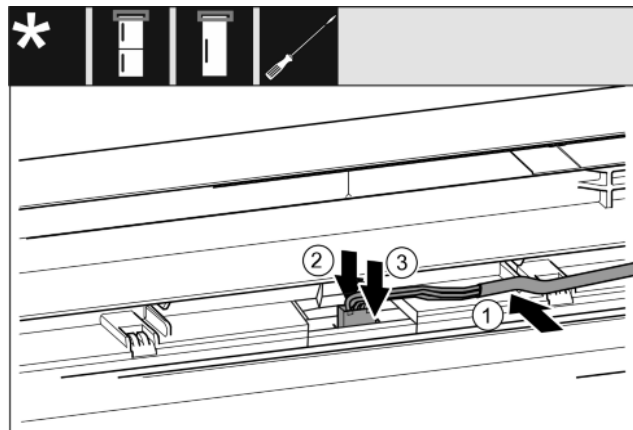

Fig. 35
- ▶ Поставете сивия кабел във водача в горната врата. Fig. 35 (1)
- ▶ Натиснете фиксиращия палец назад Fig. 35 (2)
- ▶ Фиксирайте щекера. Fig. 35 (3)